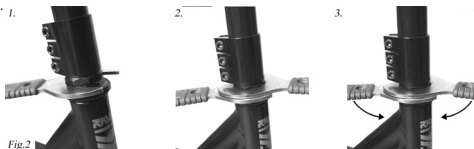

Fig.2
4. Om du har nycklar till headsetet, dra de båda muttrarna mot varandra. På så sätt förlänger du användningstiden till nästa justering (fig. 2).